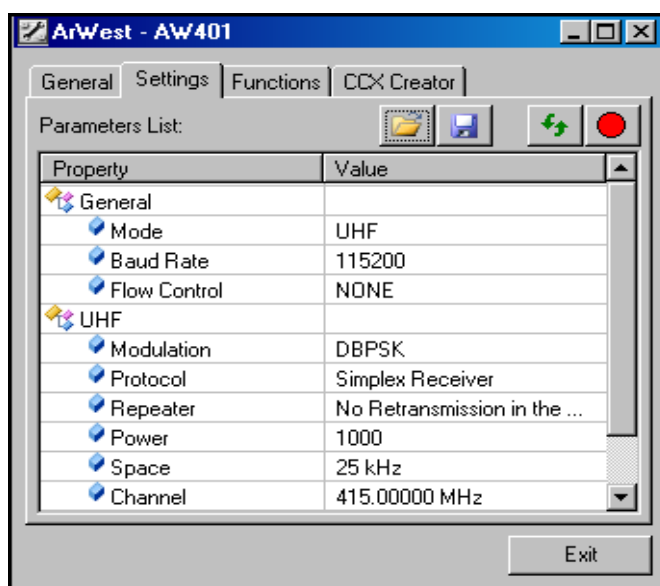

Рис. 3-7. Настройки радиомодема
- Выберите вкладку *Settings*, чтобы открыть список настроек модема (см. Рис. 3-7 на стр. 3-6). Содержимое этого списка варьируется в зависимости от модели модема и, возможно, от версии микропрограммного обеспечения.